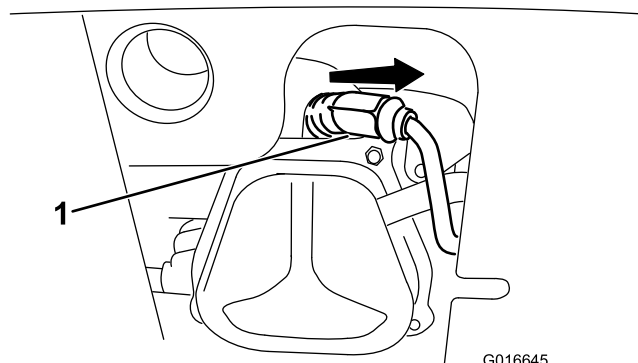

Figura 35
1. Togliete la guaina (Figura 35).